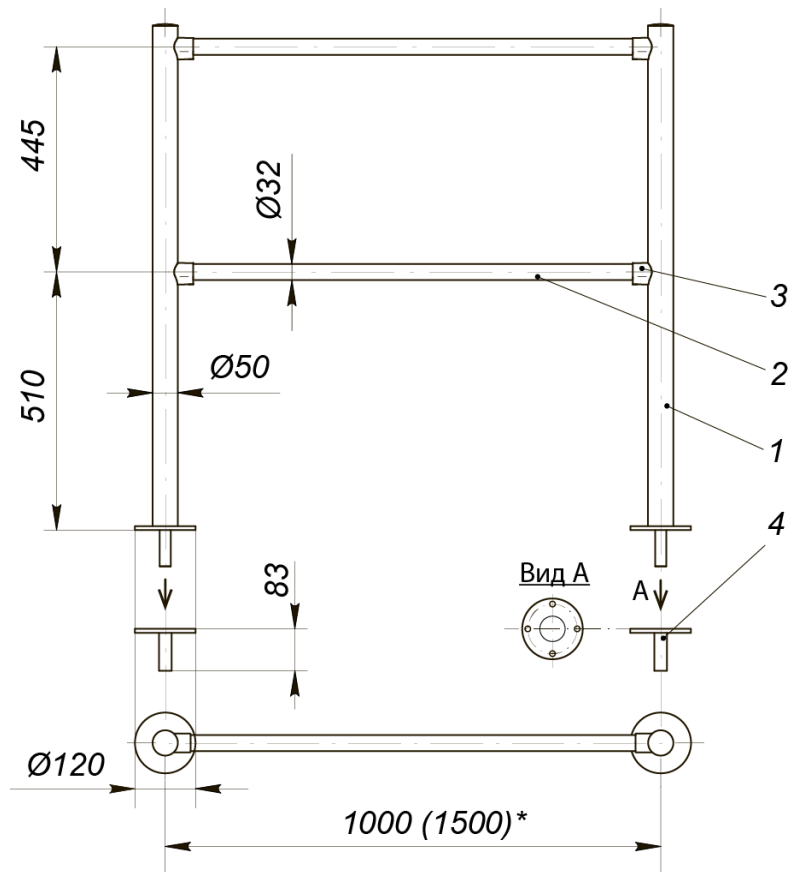

Рисунок 3. Быстросъемная секция ограждения (без заполнения)¹:
- **Быстроръемная секция ограждения** (см. рис. 3) с заполнением или без заполнения, предназначенная для периодического ограничения зоны прохода или оформления интерьера.